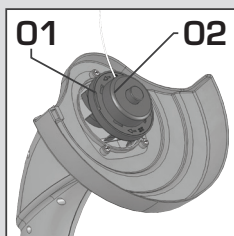

Fig. 08
Mantenha o porta carretel(1) fixo e gire a tampa do carretel(2) no sentido anti-horário [Fig. 08].